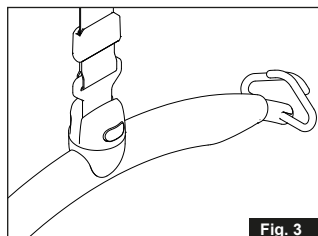

Fig. 3
3. Vrid lyftbandsfästet till vertikalt läge. (fig. 3).